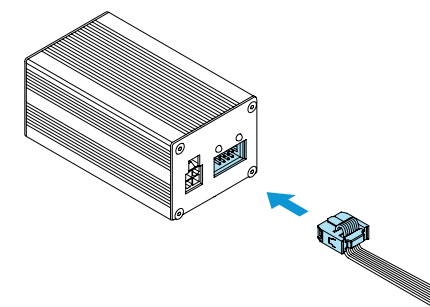

Рисунок 8.
6. Подключить кабель для работы с дат-чиком расстояния (3) к интерфейсному блоку (рисунок 8)